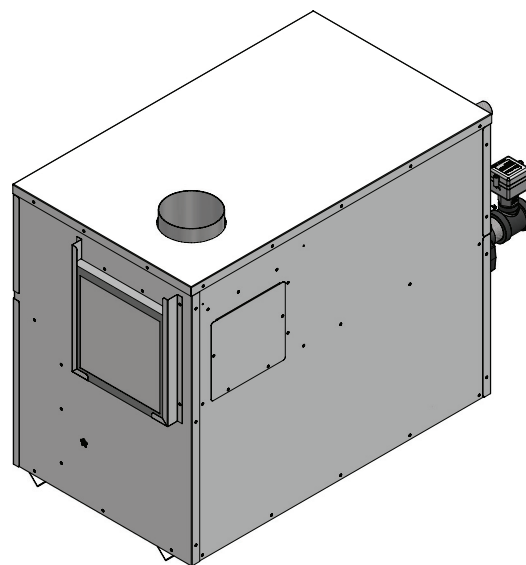

Figure 1-7_Déplacement de l'ensemble filtre à air/support de l'arrière vers le côté de l'appareil
3. Déplacer l'ensemble filtre/support de l'arrière de l'appareil vers l'ouverture latérale (voir FIG. 1-7).